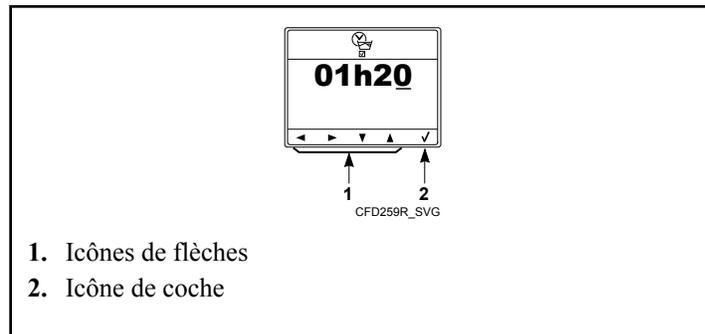

Figure 56
6. Pour modifier la durée de trempage, appuyer sur la touche sous l'icône de durée de trempage. Se reporter à la *Figure 41*. L'écran durée de trempage apparaît. Se reporter à la *Figure 56*.
7. Appuyer sur les touches sous les icônes de flèches pour modifier la durée du trempage. Se reporter à la *Figure 56*. Appuyer sur les touches sous les icônes de flèches gauche et droite pour sélectionner un numéro. Appuyer sur les touches sous les icônes de flèches haut et bas pour modifier le numéro sélectionné.
8. Appuyer sur la touche sous l'icône de coche pour confirmer la modification de la durée du trempage. Se reporter à la *Figure 56*.